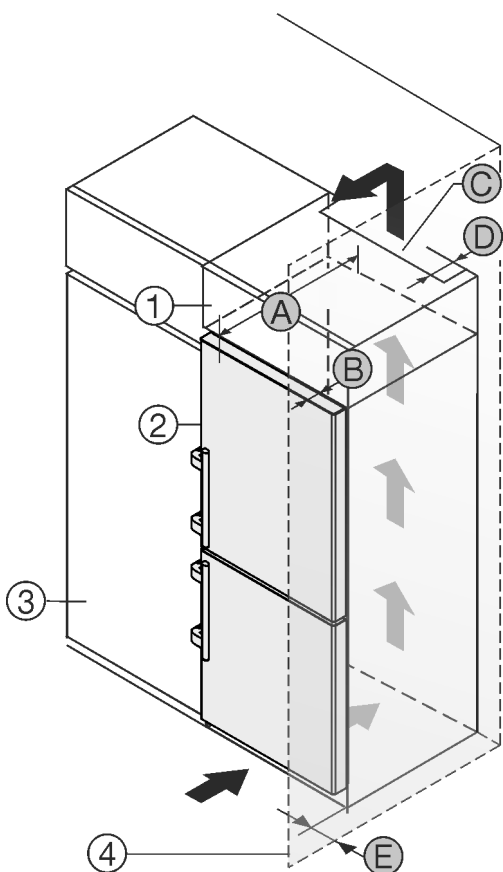

Fig. 2
- (1) Nástavná skříňka*
- (2) Přístroj*
- (3) Kuchyňská skříň*
- (4) Stěna*
- (A) Hloubka přístroje*
- (B) Hloubka dvířek*
- (C) Ventilační průřez*
- (D) Vzdálenost zadní strany přístroje*
- (E) Vzdálenost ke straně přístroje*
Můžete přístroj nainstalovat přímo vedle kuchyňské skříňky *Fig. 2 (3)*.*
Na zadní straně nástavné skříňky musí být větrací šachta hluboká *Fig. 2 (D)* přes celou šířku nástavné skříňky.*
Pod stropem místnosti musí být dodržen ventilační průřez *Fig. 2 (C)*.*
Když přístroj instalujete závěsy vedle stěny *Fig. 2 (4)*, musí být vzdálenost mezi přístrojem a stěnou minimálně 57 mm. To odpovídá přesahu madla při otevřených dveřích.*
Aby bylo možné dvířka plně otevřít, musí přístroj přesahovat o hloubku dvířek *Fig. 2 (B)* vůči přední linii kuchyňské skříňky. V závislosti na hloubce kuchyňských skříněk *Fig. 2 (3)* a použití vymezovačů odstup od stěny může přístroj vyčnívat dále.*